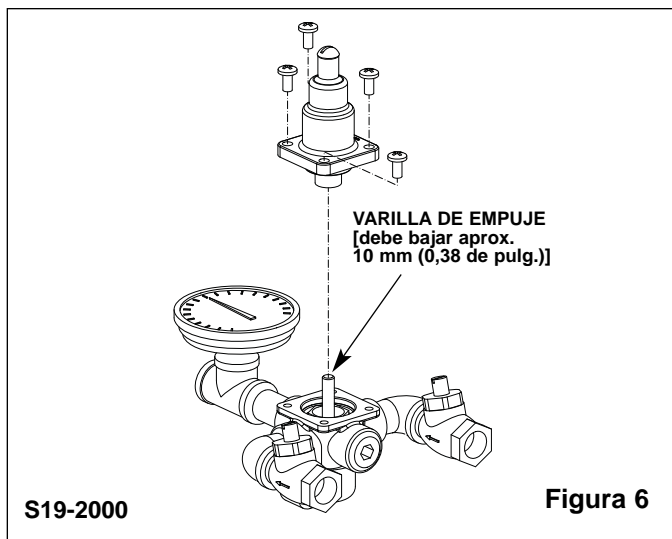

Figura 6
2. Empuje la varilla para abajo (ésta debe bajar aproximadamente 10 mm (0,38 de pulg.) (vea Figura 6). Si no se baja lo suficiente, el pistón no se está moviendo con libertad y necesita limpiarlo al igual que la camisa del pistón. Para limpiar el pistón y la camisa, siga los pasos a continuación: